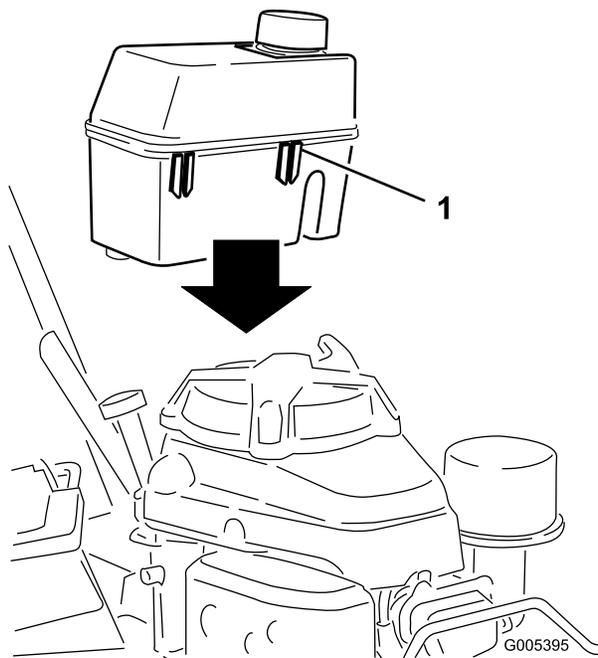

Bild 6
- Schieben Sie die Kunststoffclips an der Vorderseite des Kraftstofftanks in die Befestigung des Kraftstofftanks (Bild 6).